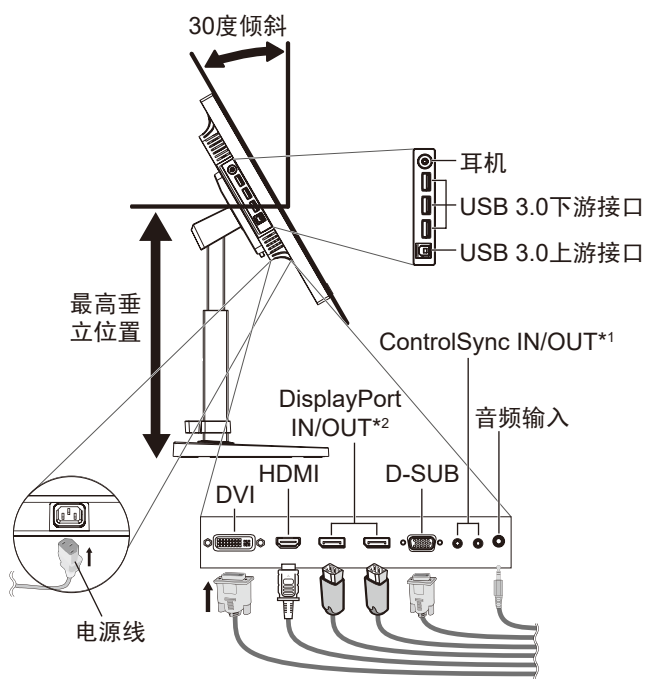
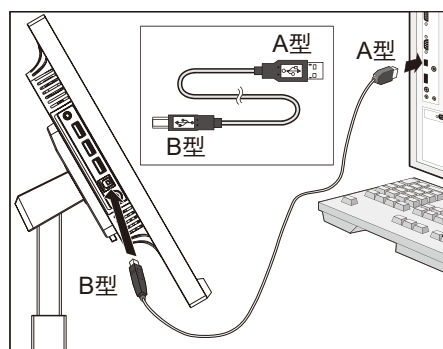

图 C.1
图 C.1a
4. 连接所有的电缆线至适当的接头 (图 C.1)。当使用 USB 信号线时，将 B 型连接头连接至显示器右后侧的 USB 上游接口并且将 A 型连接头连接至计算机的 USB 下游接口 (图 C.1a)。如果使用 USB 装置的电缆线，请插入在显示器的下游接口之一。